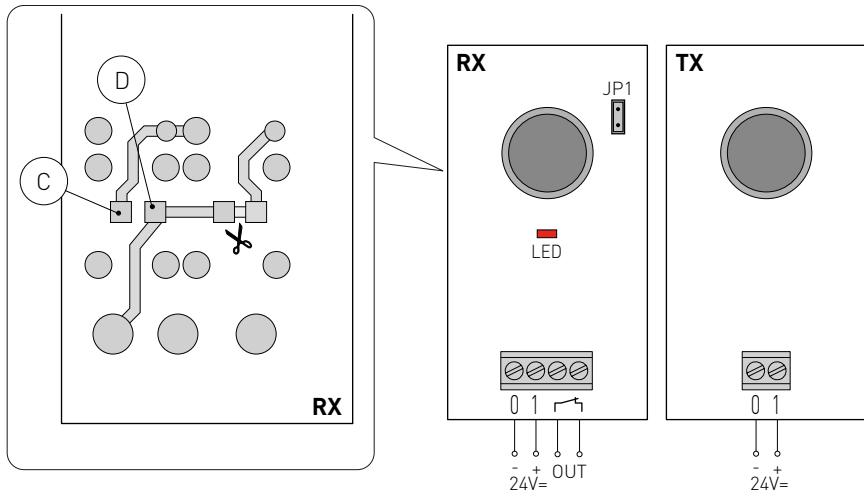

Fig. 1
Le fotocellule LAB4 vengono fornite con una portata massima impostata di circa 10 m. Per aumentare la portata fino a 30 m impostare JP1=OFF sul ricevitore RX (fig. 1).
Eseguire i collegamenti elettrici come indicato (fig. 1).
(Fig. 1) Collegare il contatto N.C. ai contatti di sicurezza del quadro elettronico.
- (Fig. 1) Il contatto N.C. diventa un contatto N.O. e deve essere collegato ai morsetti 1-3 (apertura) o 1-5 (passo-passo) del quadro elettronico.
The LAB4 photocells are supplied with a maximum range of ca. 10 m. To increase the range up to 30 m, set JP1=OFF on the RX receiver (fig. 1).
Connect as indicated (fig. 1).
The LAB4 photocells may be used for protect against compression, shearing, trapping and general danger areas of the motorized door or gate. (Fig. 1) Connect the N.C. contact to the safety or stop contacts of the control panel.
(Fig. 1) The N.C. contact becomes a N.O. contact and must be connected to terminals 1-3 (opening) or 1-5 (step-by-step) of the control panel.
Les cellules photoélectriques LAB4 sont fournies avec une portée maximale de 10 m environ. Pour augmenter la portée jusqu'à 30 m, imposer JP1=OFF de récepteur RX (fig. 1).